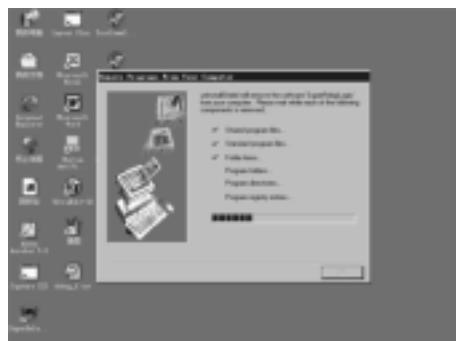

图 1.11 删除软件对话框
- 出现一个确认卸载对话框,点击“Yes”,出现图 1.11 的卸载界面。
- 在对话框中选择“Super CAD”程序后, 单击“添加 / 删除”按钮。出现对话框是否确定删除, 鼠标左键单击“Yes”, 即出现图 1.11 所示界面。